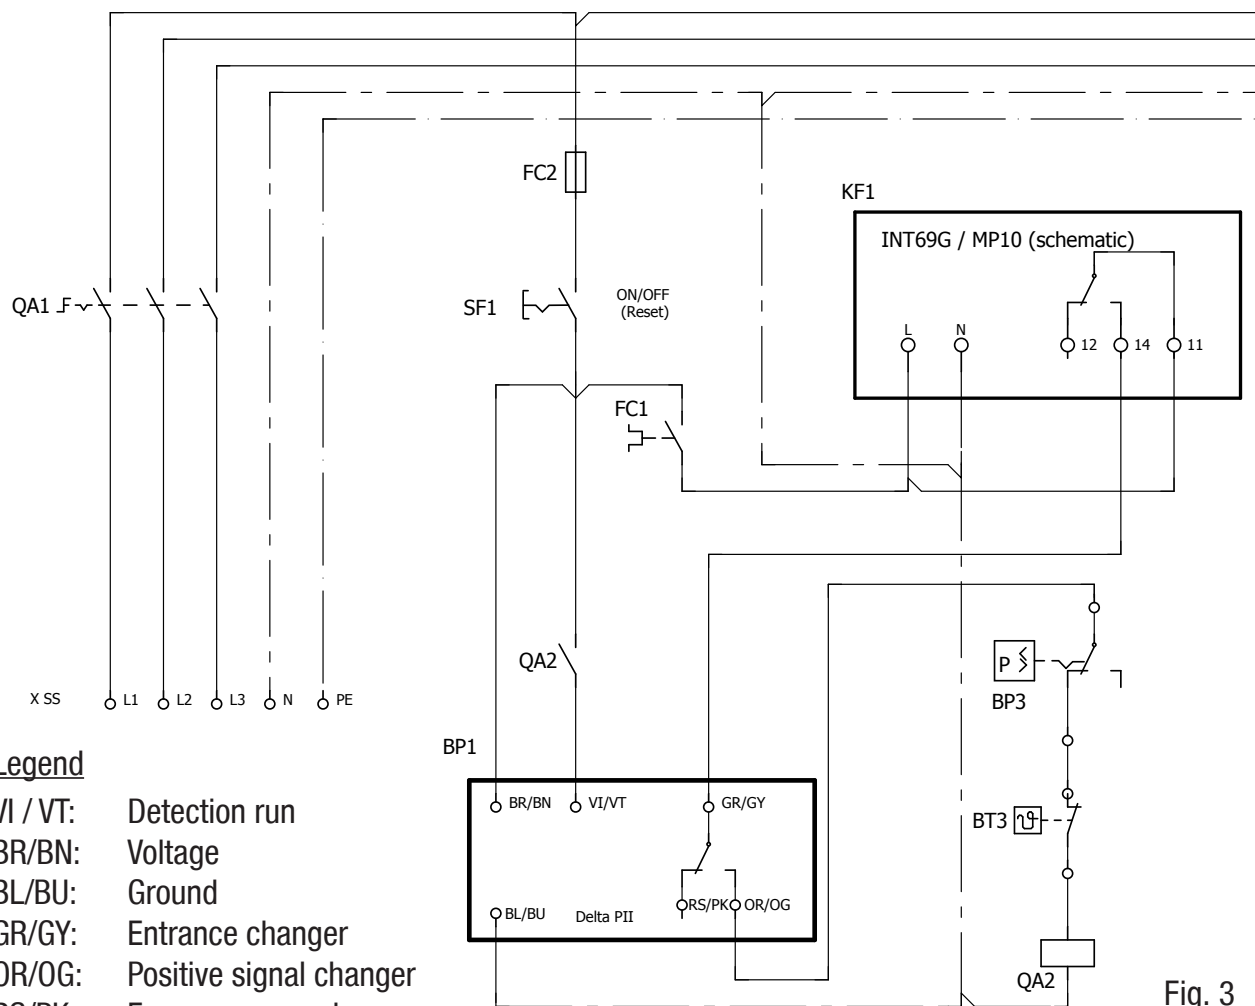

Fig. 3
- Öldrucksicherheitsschalter gemäß Abb. 3 anschließen, beiliegende Herstellerinformationen beachten.